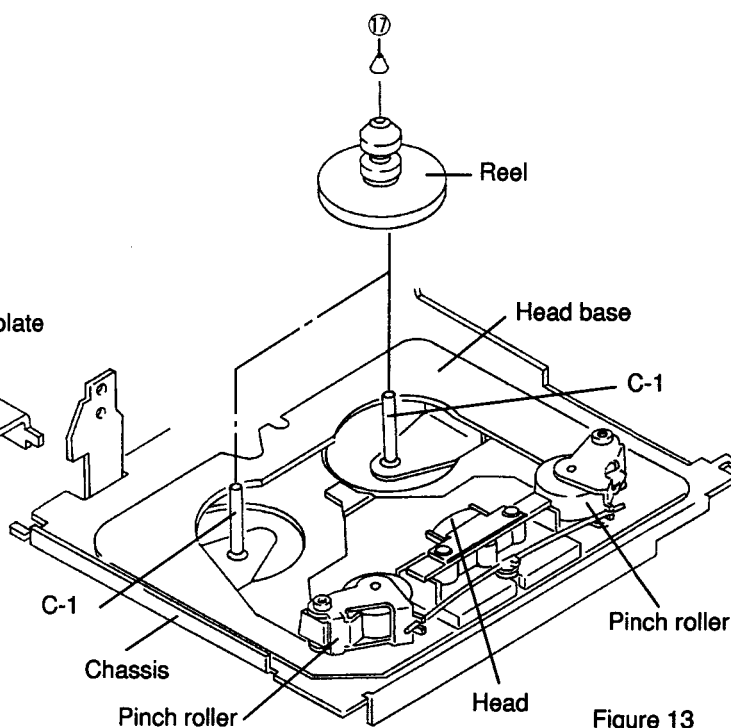
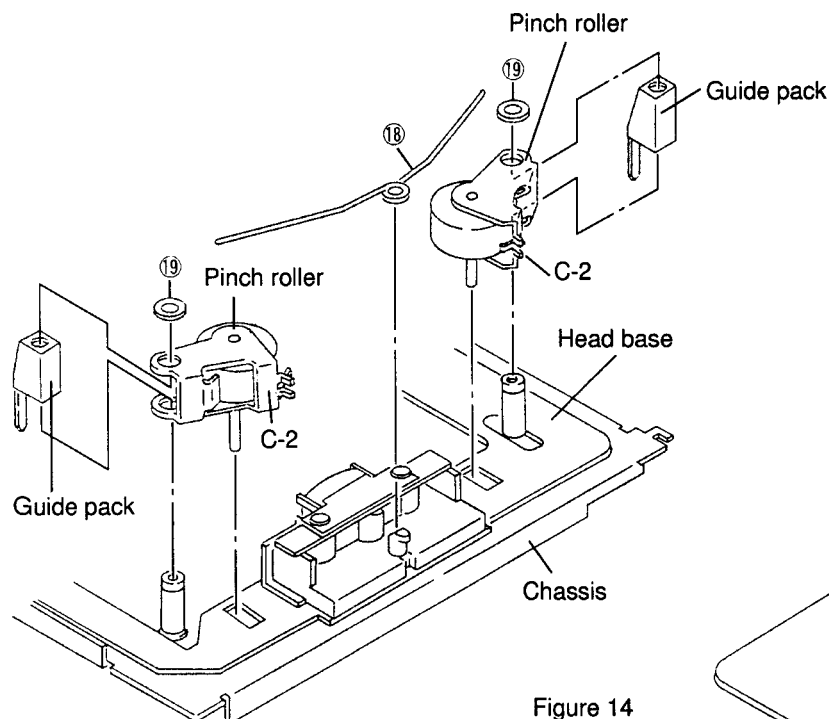

Figure 13
Figure 14
- (1) Remove two reel cap ⑰ as shown in Figure 13.
- (2) After replacement, apply the grease (PG-671) to the section C-1, and mount the new reels following the removal steps in the reverse order.
- (3) After mounting, check the tape speed and the wow & flutter with test tape MTT-111N.
- NOTE : ① Since the reel is easily loosened if the cap is gripped, always handle it gripping, the gear.
- (1) 2個のリールキャップ⑰をそれぞれ外します。(図13参照)
- (2) 良品のリールと交換後C-1部分にグリス (PG-671) を塗布し、取り外し方の逆の手順で取り付けます。
- (3) 取り付け後、必ずテストテープ (MTT-111N) でテープスピード・ワウフラッターの確認をすること。
- [注意] ① リールの取り外し、取り付けの際、キャップをつかむと外れ易いので必ずギア部をつかんで行って下さい。
- (1) Remove pinch roller spring ⑱ as shown in Figure 14.
- (2) Remove M3.1 two lock washers ⑲ and remove the pinch roller and guide pack as shown in Figure 14.
- (3) Mount the pinch rollers following the removal steps in the reverse order. Apply the molykote G paste to the section C-2 as shown in Figure 14.
- NOTE : ① Make sure that the pinch rollers are thoroughly fixed and that they are not deformed.
- ② Do not reuse the used lock washers for remounting.
- ③ Take care to avoid damage by piercing and tearing.
- (1) ピンチローラー Spring ⑱ を外します。(図14参照)
- (2) 2個のロックワッシャー⑲ (M3.1) をそれぞれ外し、ガイドパックと一緒にピンチローラーを外します。(図14参照)
- (3) C-2部分にモリコートGペーストを塗布し、取り外し方の逆の手順で取り付けます。
- [注意] ① ピンチローラーの半掛け、変形のないこと。
- ② 一度使用したロックワッシャーは組立時には使用しないで下さい。
- ③ ロックワッシャー取り付け時、口開き、めくれのない様に注意すること。